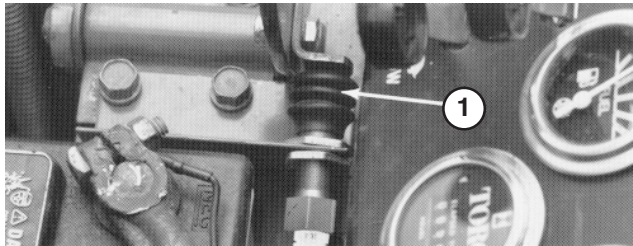

Bild 61
3. Nehmen Sie den Schuh vom Tastenende des ZWA-Schalters (Bild 61). Bewahren Sie den Schuh auf. Klemmen Sie die Schalterleitungsklemmen ab.